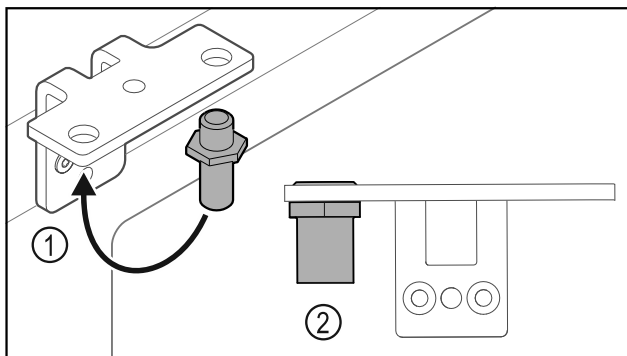

Fig. 32
- ▶ Helyezze át a csuklópántban a csapszeget Fig. 32 (1).
- ▶ Húzza meg a csapszeget Fig. 32 (2) **12 Nm-es forgatónyomatékkal**.